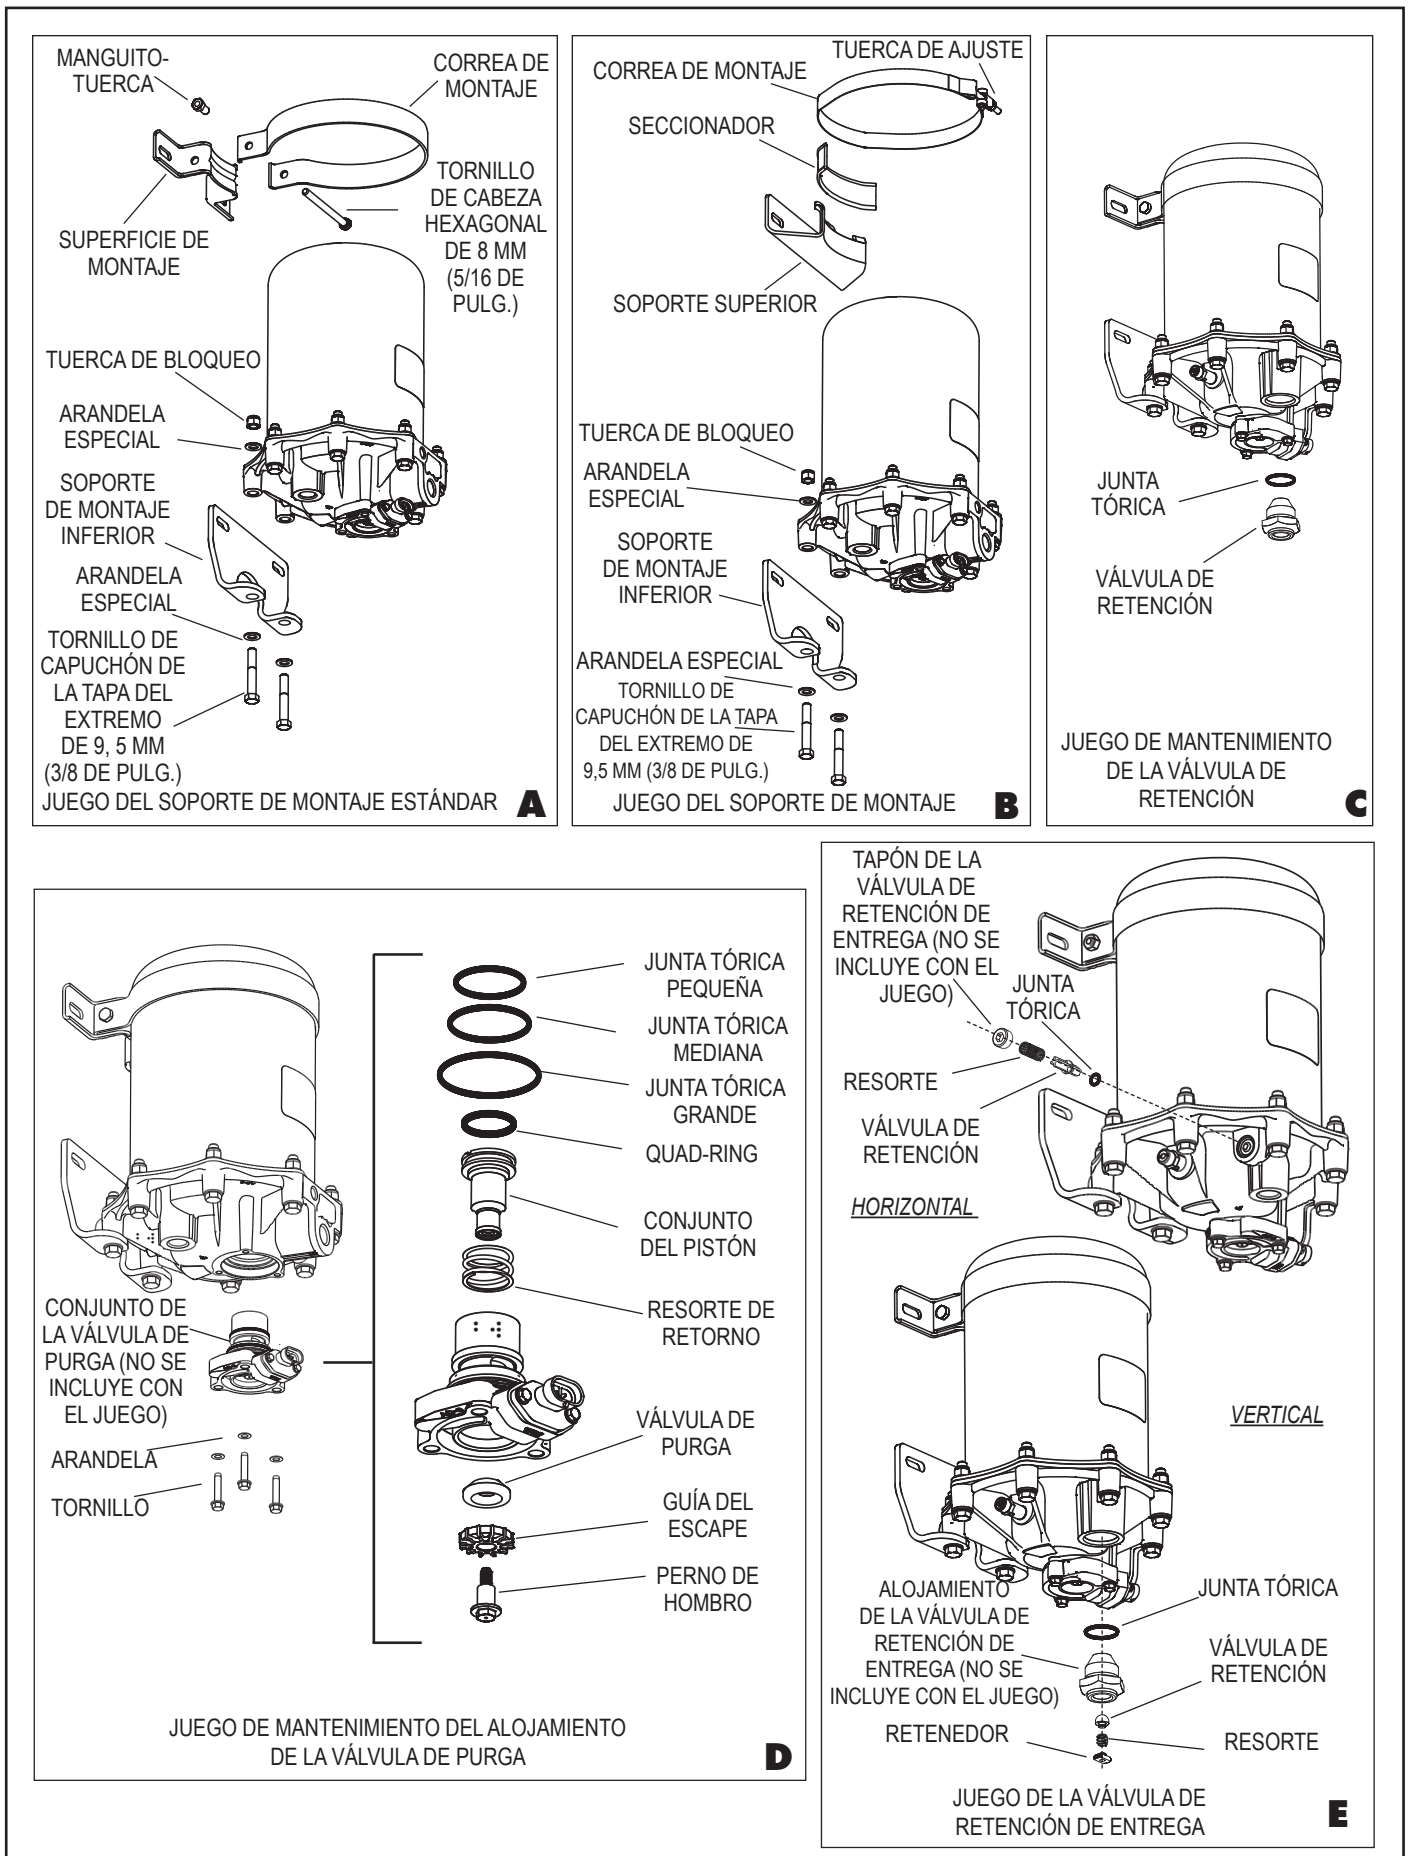

FIGURA 7 - CONTENIDO DEL JUEGO DE MANTENIMIENTO (ILUSTRACIONES A - E)
5. Afloje el tornillo de capuchón hexagonal de 8 mm (5/16 de pulg.) y el manguito-tuerca que fija la correa de montaje superior al soporte de montaje superior. Vea la figura 7, ilustración A.
Algunos secadores de aire pueden contener una correa de montaje superior de una sola pieza, como se muestra en la figura 7, ilustración B. Si tiene este tipo de correa, afloje la tuerca de bloqueo de ajuste y quite la correa y el seccionador del soporte superior.
6. Marque y quite los dos tornillos de capuchón de la tapa del extremo de 9,5 mm (3/8 de pulg.), las tuercas de bloqueo y las cuatro arandelas especiales que fijan el soporte de montaje inferior a la tapa del extremo. También asegúrese de marcar estos dos agujeros de la tapa del extremo. (Estos pernos son más largos que los otros 6 pernos). Guarde los accesorios de montaje. Vea la figura 7, ilustraciones A y B.
El modelo actual de la tapa del extremo del secador de aire AD-9® cuenta con una válvula de retención de entrega horizontal mientras que los modelos anteriores tenían una de entrega vertical. Identifique el modelo de la tapa del extremo del secador de aire AD-9® y continúe con el paso apropiado para retirarla. Vea la figura 7, ilustración E.
El retiro del pistón del conjunto del alojamiento de la válvula de purga requiere una herramienta para sujetar la cabeza del pistón de purga mientras desenrosca el perno de hombro de la válvula de purga. Retire el pistón del conjunto del alojamiento de la válvula de purga usando una llave de tubo de 6,4 mm (1/4 de pulg.) de doce puntos para sujetar la cabeza del perno de hombro de la válvula de purga. Vea la figura 7, ilustración E.
1. Antes del ensamblado, cubra todas las juntas tóricas, las ranuras de las juntas tóricas y los orificios con una cantidad generosa de lubricante proporcionado con el juego de mantenimiento. Vea la figura 7, ilustración D.
El modelo actual de la tapa del extremo del secador de aire AD-9® cuenta con una válvula de retención de entrega horizontal y los estilos anteriores tenían una vertical. Identifique el modelo de la tapa del extremo del secador de aire AD-9® y continúe con el paso apropiado para la instalación. Vea la figura 7, ilustración E.